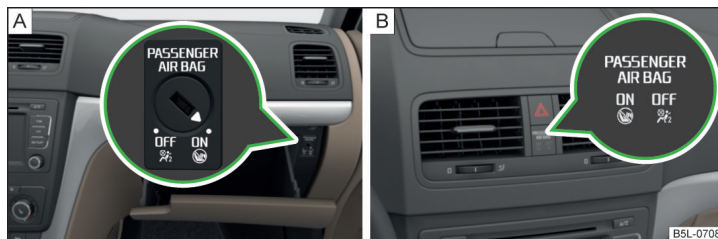

Fig. 13 Comutator cu cheie pentru airbagul frontal al pasagerului față/lampă de control pentru airbagul frontal al pasagerului față
Airbagul frontal al pasagerului față se poate dezactiva de la comutatorul cu cheie » fig. 13 la pagina 20 - A.
Pozițiile comutatorului cu cheie » fig. 13 - A
- Cu ajutorul cheii, rotiți cu grijă fanta comutatorului cu cheie » fig. 13 - A în poziția **OFF**.
- Verificați dacă, după cuplarea contactului, este aprinsă lampa de control **OFF**  sub inscripția **PASSENGER AIR BAG** » fig. 13 - .
- Cu ajutorul cheii, rotiți cu grijă fanta comutatorului cu cheie » fig. 13 -  în poziția **ON**.